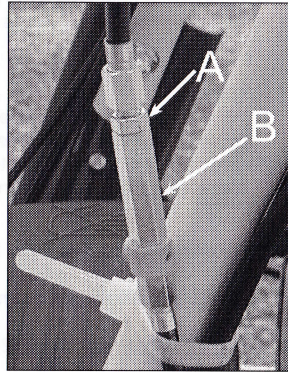

Figure 21
1. Dévissez le contre écrou (figure 21, repère A) du système de réglage de tension du câble de direction dont le train roulant dysfonctionne.
2. Tourner l'écrou de réglage (figure 21, repère B) pour ajuster la tension du câble.